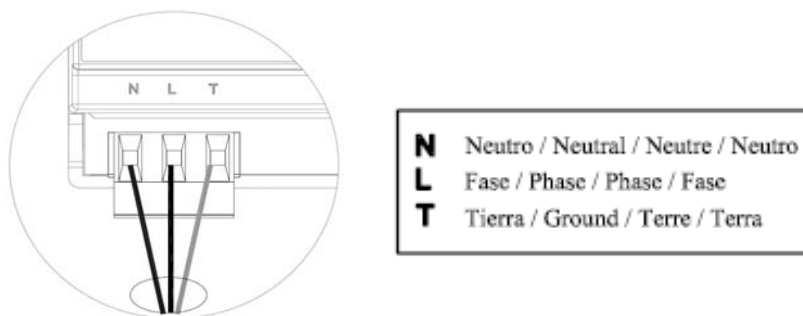

Fig. 24
La conexión de alimentación eléctrica al módulo la realizaremos mediante una borna de 3 pines ^②. Para ello fije el cable con los tornillos de la borna, **respetando la polaridad de las bornas** (Fig. 24).